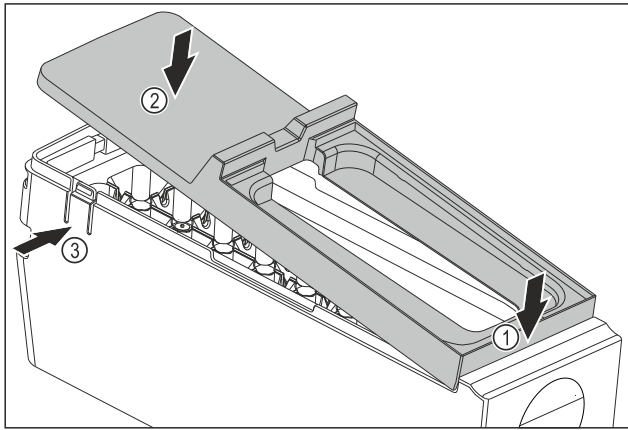

Fig. 175
- ▶ Abdeckung des EasyTwist-Ice-Korpus montieren: Abdeckung vorne ansetzen. Fig. 175 (1)
- ▶ Abdeckung hinten absenken. Fig. 175 (2)
- ▶ Abdeckung rastet hörbar in beiden Laschen Fig. 175 (3) ein.